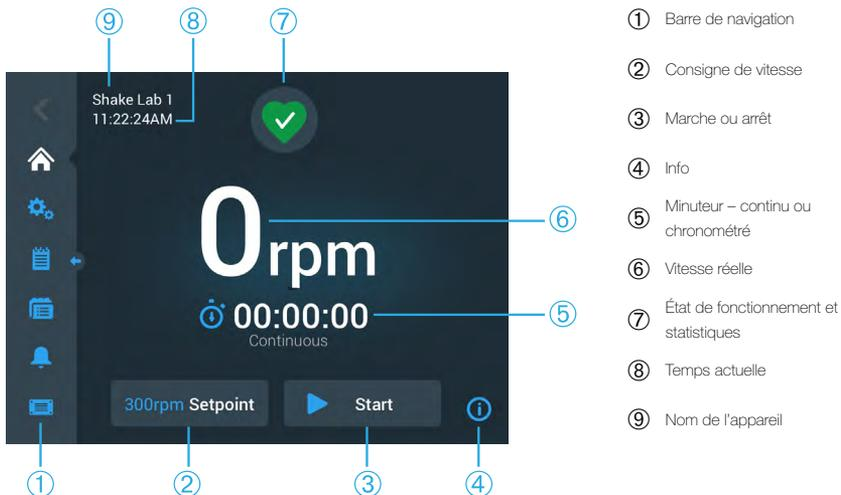
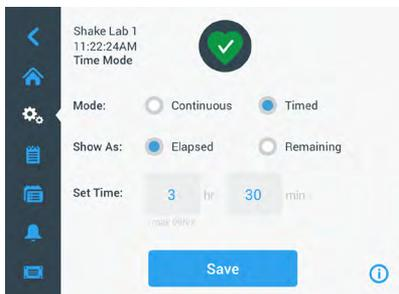
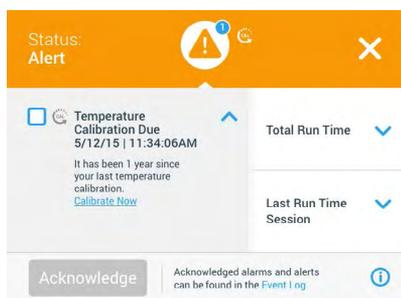
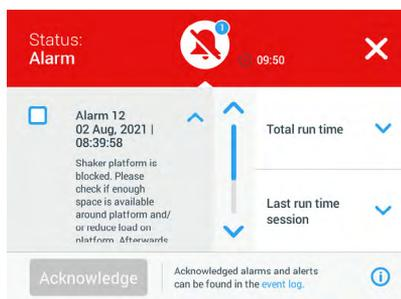

Figure 26 : Écran d'accueil de l'interface graphique d'un agitateur ouvert
Figure 32 : Choisir le mode d'affichage du temps
Figure 36 : Liste des alertes
Figure 37 : Liste des alarmes
L'écran d'accueil d'un agitateur ouvert ressemble à l'exemple représenté dans la Figure 26.
1. Appuyer n'importe où dans le champ **Vitesse réelle** (⑥ sur la Figure 26 ou ⑦ sur la Figure 27) pour accéder à l'écran **Consigne de vitesse** représenté sur la Figure 28.
1. Appuyer sur le champ **Temps** (⑤ sur la Figure 26 et la Figure 27) pour ouvrir l'écran Mode d'affichage du temps, représenté sur la Figure 32.
Si l'agitateur est en bon état, l'écran tactile affiche une icône du cœur vert dans la zone État de fonctionnement et statistiques (📍 sur la Figure 26 et 📍 sur la Figure 27). Taper sur l'icône du cœur vert, pour ouvrir l'écran d'état. L'écran d'état fournit des informations statistiques de fonctionnement de l'agitateur, y compris les heures d'agitation et les heures de fonctionnement au total et pour la dernière session. Les agitateurs à température contrôlée affichent en plus les heures de refroidissement ou de chauffage.
Lorsqu'une alerte est émise, l'écran tactile affiche une barre jaune de type téléscripateur en haut de l'écran actuel. De plus, une alarme sonore retentit. La barre d'alerte jaune de type téléscripateur disparaît après avoir affiché son message deux fois. Seul le triangle jaune indique qu'une ou plusieurs alertes existent pour l'agitateur. L'icône en forme de triangle est dotée d'un cercle bleu au cadre blanc qui affiche le nombre d'alarmes actives. Appuyer sur l'icône en forme de triangle dans la zone Info et état de fonctionnement (📍 sur la Figure 26 et 📍 sur la Figure 27) ouvre un écran affichant toutes les alertes actuellement actives. La dernière alerte apparaît sous forme élargie pour vous permettre d'afficher tous les détails, comme représenté sur la Figure 36. Vous pouvez parcourir la liste et appuyer sur n'importe quel élément pour le développer et en savoir plus.
Lorsqu'une alarme est émise, l'écran tactile affiche une barre rouge en haut de l'écran actuel. La zone Info et état de fonctionnement (⑦ sur la Figure 26 et ⑧ sur la Figure 27) affiche une sonnette d'alarme rouge entourée d'ondes sonores. De plus, une alarme sonore retentit en permanence.
Appuyer sur l'icône en forme de la cloche dans la zone Info et état de fonctionnement (⑦ sur la Figure 26 et ⑧ sur la Figure 27) ouvre un écran affichant toutes les alarmes actuellement actives, comme représenté sur la Figure 37. Vous pouvez parcourir la liste et appuyer sur n'importe quel élément pour le développer et en savoir plus.